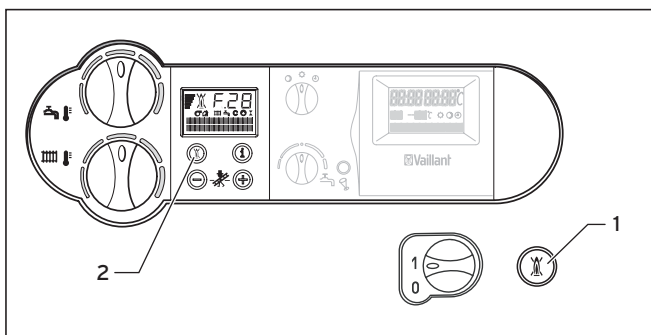

Fig. 4.11 Reset
- Tryk på tasten „reset“ (2, fig. 4.11) en gang for at resette. Hvis kedlen derefter ikke går i drift, skal De tilkalde Deres vvs-installatør, for at denne kan kontrollere.